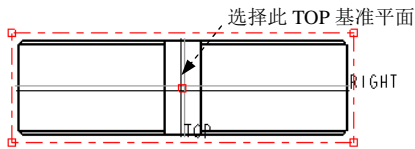
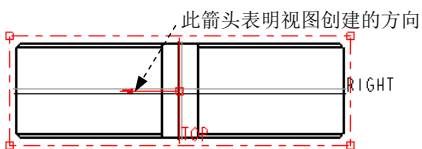
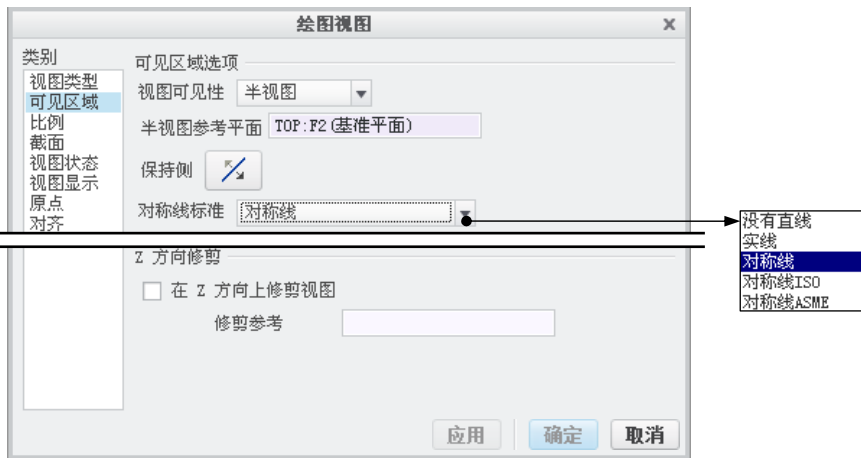

图 3.8.16 选取参照平面
图 3.8.17 选择视图的创建方向
图 3.8.18 “绘图视图”对话框
Step6. 在系统  给半视图的创建选择参照平面. 的提示下，选取图 3.8.16 所示的 TOP 基准平面。此时视图如图 3.8.17 所示，图中箭头为半视图的创建方向（箭头指向左侧表示仅显示左侧部分，箭头指向右侧表示仅显示右侧部分）；单击“反向保留侧”按钮  使箭头指向右侧；将 对称线标准 设置为  对称线；单击对话框中的  应用 按钮，系统生成半视图，此时“绘图视图”对话框如图 3.8.18 所示。